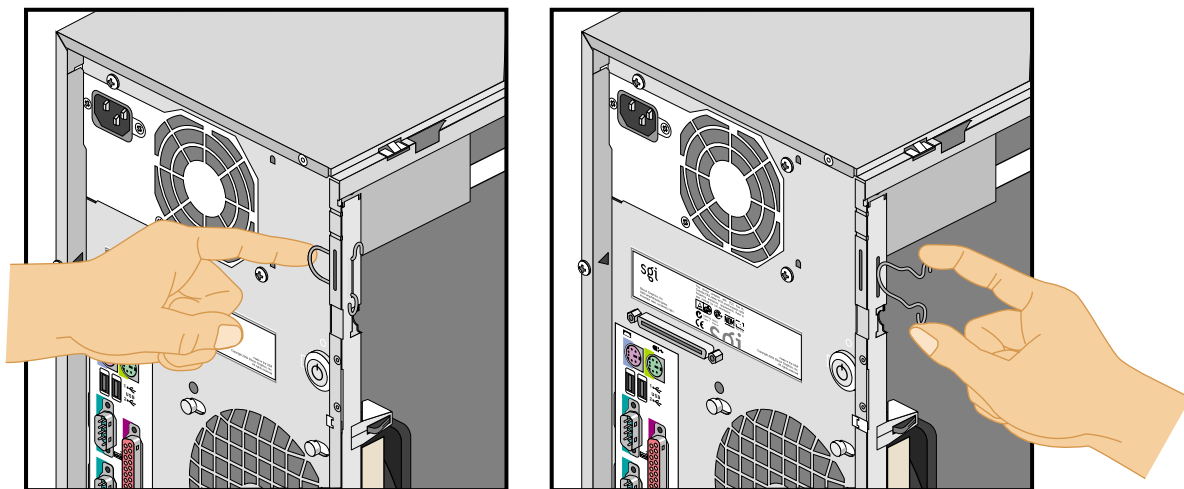

Figura 2-35 Extracción del anillo de bloqueo de la ranura de almacenamiento
3. Para extraer el anillo de bloqueo de la ranura de almacenamiento, presione los dos ganchos hacia dentro y tire del anillo para separarlo del chasis. En la Figura 2-35 se muestra el procedimiento.